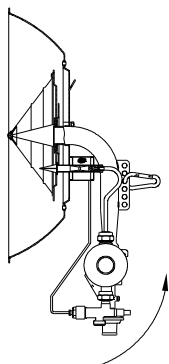

Fig. 12
- Llevar el aparato a la posición que indica la Fig.12. Golpear ligeramente el tubo para desprender el polvo acumulado en sus paredes, alternando con sacudidas del aparato.
- Position the appliance as indicated in Fig. 12. Lightly tap the pipe to loosen the built-up of dust on its walls, alternately shaking the appliance.
- Amenez l'appareil sur la position indiquée à la Fig.12. Frappez légèrement sur le tuyau pour décoller la poussière accumulée sur ses parois et ensuite, de manière alternative, secouez l'appareil.